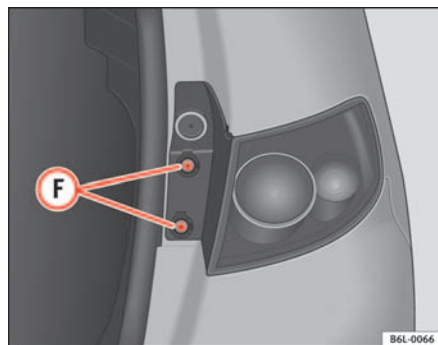

Fig. 157 Feux arrière dans la carrosserie
- Dévisser les vis **F** ⇒ fig. 157 avec la partie plate du tournevis.